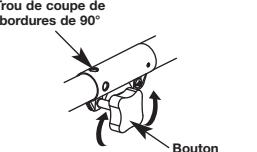

Fig. 4
- Dévissez le bouton vers la gauche (Fig. 4).
- Serrez le bouton en le tournant à droite (Fig. 4).